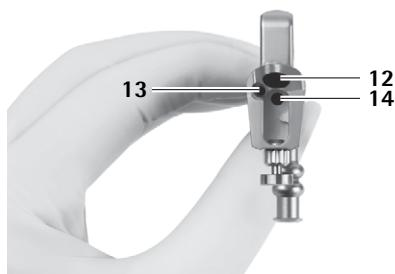

Рис. 1
- обтуратор для овального рабочего канала 7 в рабочий канал 12, см. Рис. 1.
Промывочная жидкость подается через большой рабочий канал 12 и через малый рабочий канал 13, см. Рис. 1.